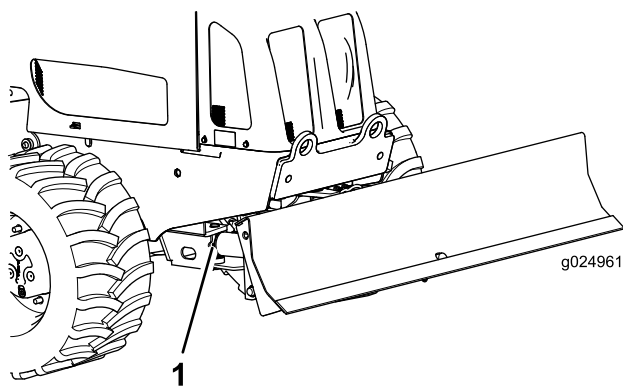

Figura 58
2. Collegate l'ingrassatore a pressione ai raccordi su ciascun cilindro dell'angolo della lama e applicate 3 pompaggi di grasso a ciascun raccordo (Figura 58).